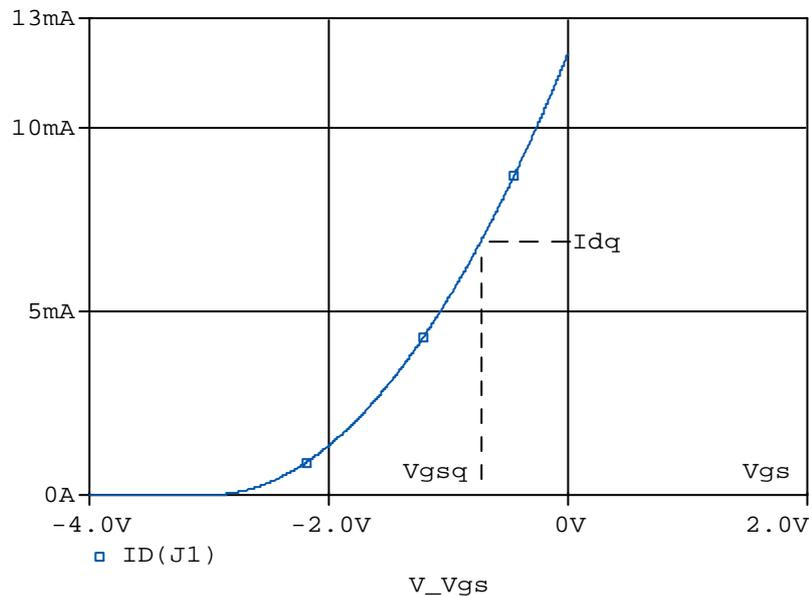

fig.18
- graficamente, se si ha a disposizione la caratteristica mutua del dispositivo, come in fig. 18; la caratteristica che si utilizza è quella tipica.